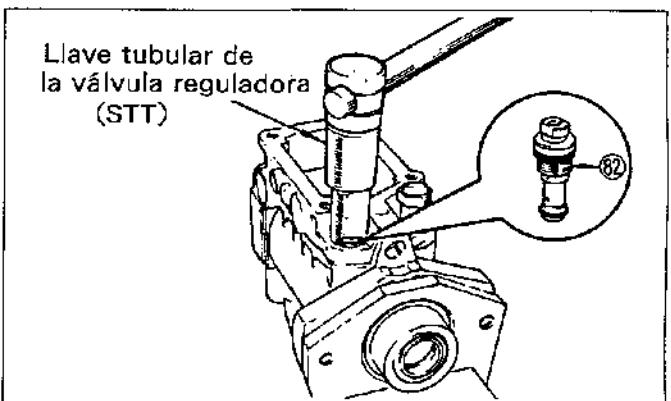

Figura.12-28 Extracción de la válvula reguladora
Con la llave tubular de válvula reguladora (STT), extraiga de la caja la válvula reguladora ② junto con los anillos "O". (Vea la figura.12-28)